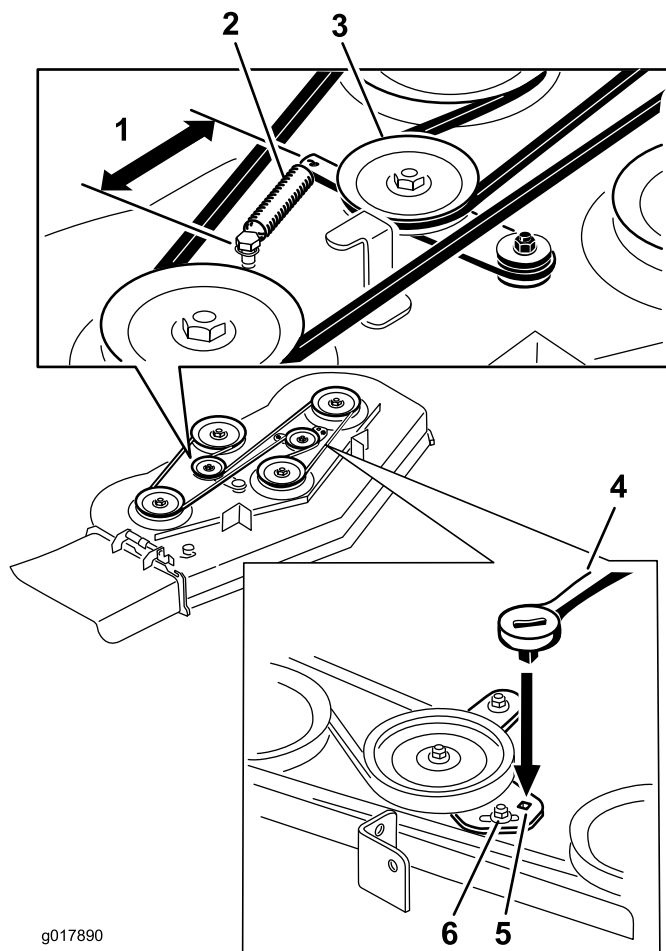

Figura 73
5. Retire la correa usada del cortacésped (Figura 73).
6. Instale la correa nueva del cortacésped alrededor de las poleas de la carcasa y la polea del embrague (Figura 73).
7. Utilizando la llave de carraca en el brazo tensor, apriete la polea tensora hasta que el muelle se extienda a una longitud de 165 m (6.5 pulgadas) de un gancho a otro (Figura 73).